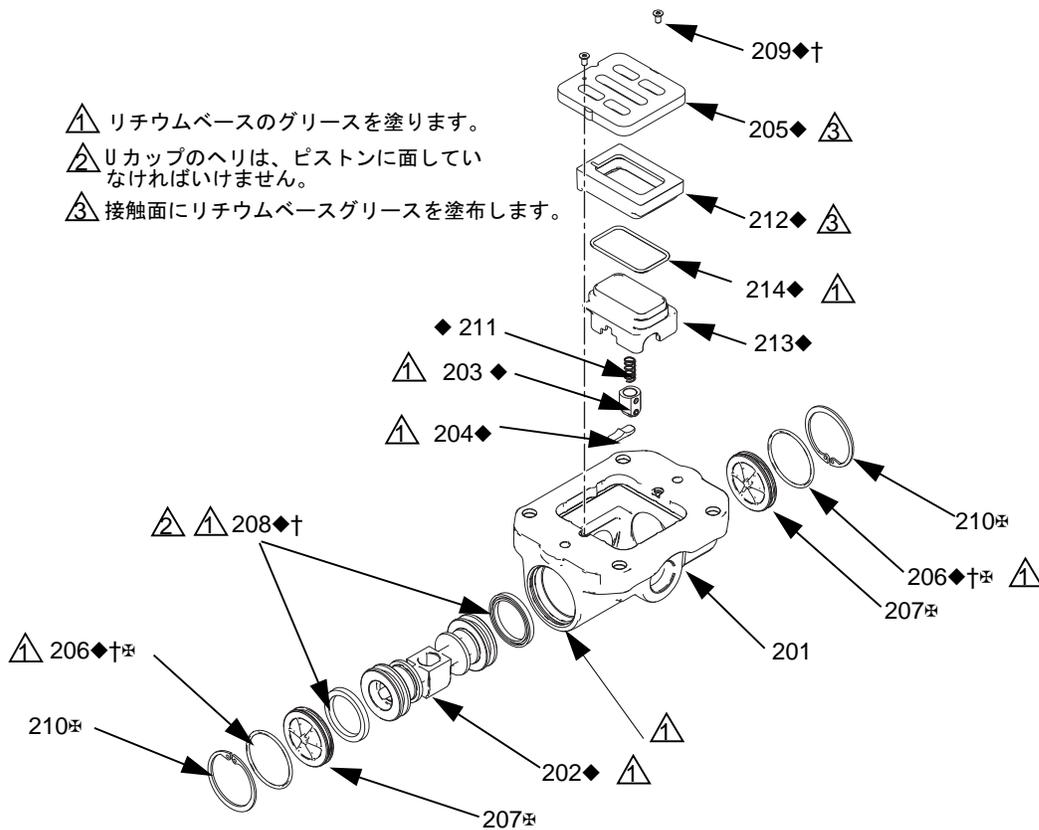

図 2. エアバルブアセンブリ
2. 図 2 を参照してください。Torx スクリュードライバー (アルミニウム製センターは T8、プラスチック製センターは T10) を使って、ネジ (209) を 2 個外します。バルブプレート (205)、カップ (212-214)、スプリング (211)、および戻り止めアセンブリ (203) を取り外します。
3. カップ (213) をベース (212) から引き離します。
4. 図 2 を参照してください。エアバルブの各端から、保持リング (210) を取り外します。ピストン (202) を使って、末端からエンドキャップ (207) を押し出します。U カップシール (208) を取り外します。ピストンをエンドから引き出し、他の U カップシール (208) を取り外します。他のエンドキャップ (207) とエンドキャップの O リング (206) を取り外します。
5. エアバルブハウジング (201) から戻り止めカム (204) を取り外します。